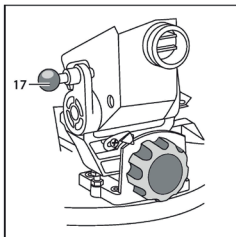

Рис. 2
2. Приведите изделие в рабочее положение, для чего припустите головку за рукоятку (8) и извлеките стопорную шпильку (17). Придерживая рукоятку (8), дайте режущей части возможность под действием пружины переместиться в верхнее положение (Рис. 2).
- б) угол установки ограничительного упора наклона на 90° по шкале наклона (15), наклонив диск пилы до упора влево;